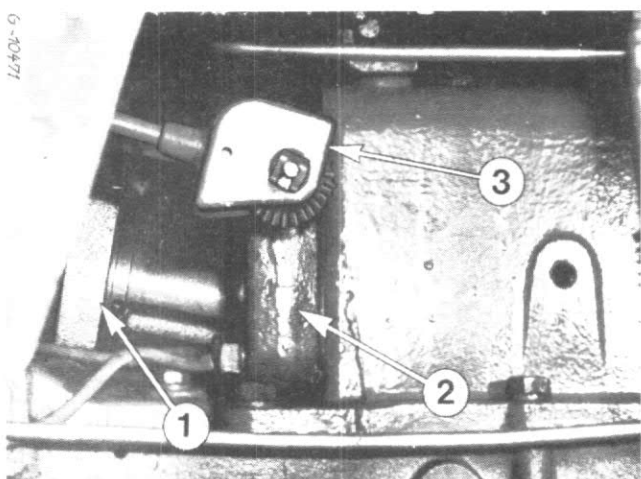

Fig. 8
- 1.3 Culasse, relevage hydraulique (Version B seulement) Fig. 8, 9.
- 1.4 Commande d'abaissement (Version B seulement) Fig. 8 et 9.
1.3 Dépose du couvercle du relevage hydraulique (Version 3) (Fig. 8 et 9).
1.4 Dépose de la commande d'abaissement (Version B) (Fig. 8 et 9).